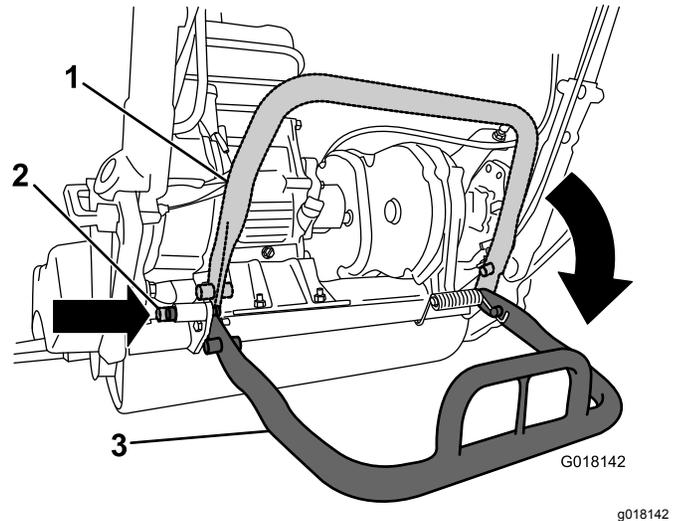

图 5
2. 放下支撑架并推入锁定销将支撑架锁定在维修位置图 5。机器可以停放在锁定的支架上。